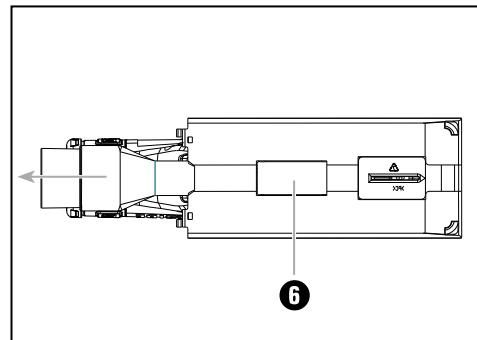

Fig. 2 : Retirer l'embout d'aspiration
- ◆ Appuyer avec le pouce à l'endroit marqué sur la figure 2 pour déverrouiller l'embout d'aspiration ⑥. Simultanément, saisissez avec l'autre main le manchon d'aspiration ⑥ dans le sens de la flèche pour l'extraire de l'appareil.